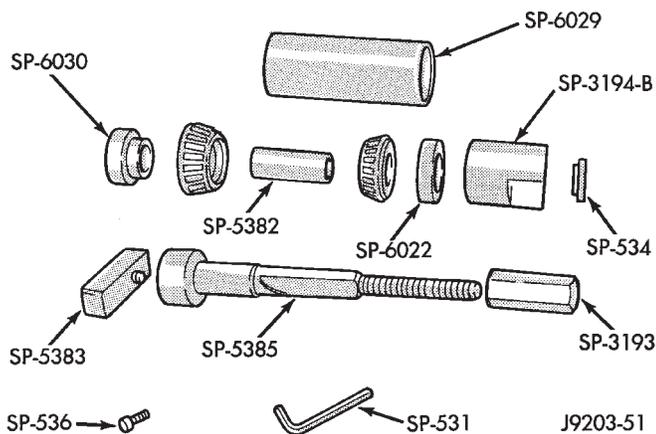

Fig. 69 Ferramentas de Ajuste do Pinhão do Eixo de 8 1/4
- (1) Instale a tampa do rolamento do pinhão dianteiro. Utilize o Instalador D-130 e a Alça C-4171.
- (2) Instale a tampa do rolamento do pinhão traseiro. Utilize o Instalador C-4308 e a Alça C-4171.
- (3) Utilize o Conjunto do Mostrador de Ajuste da Engrenagem do Pinhão C-3715-B (Fig. 69).
- (4) Coloque o Espaçador SP-6030 sobre o eixo SP-5385.